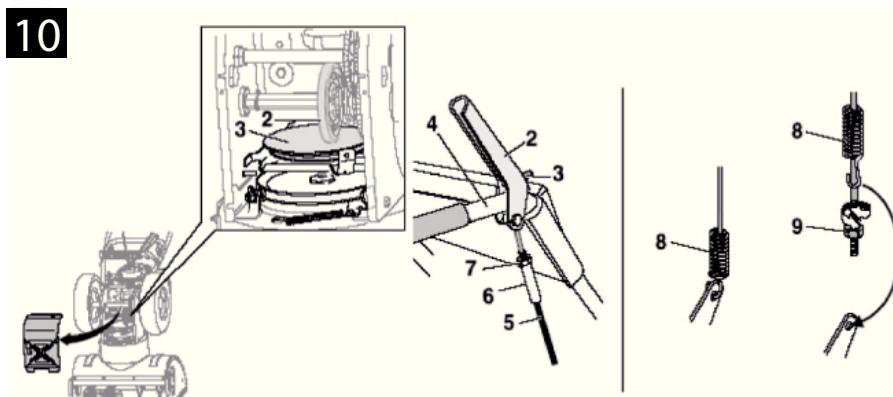

Рисунок 10
Шнек (3) снегоуборщика крепится к валу (4) с помощью срезных болтов (1) и контргаек (2). Срезные болты имеют ослабленное сечение и при попадании в шнек посторонних предметов они срезаются и предохраняют редуктор снегоуборщика от разрушений. Эти срезные болты (1) и контргайки (2) могут быть заменены только оригинальными болтами и гайками. В комплекте со снегоуборщиком поставляется два запасных срезных болта с контргайками см.рис.10.